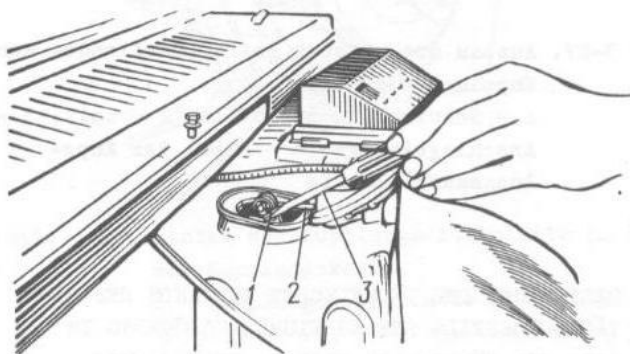

Bild 3-25. Ausbau der Sperrscheibe zur Befestigung von Antriebsseilschuh der Kupplungsausrückung:
- mit Hilfe von Schraubenzieher 3 (Bild 3-25) die Sperrscheibe 1 der Befestigung des Seilschuhs 2 von Stift an Hebel der Kupplungspedal- und Bremspedalwelle abnehmen;